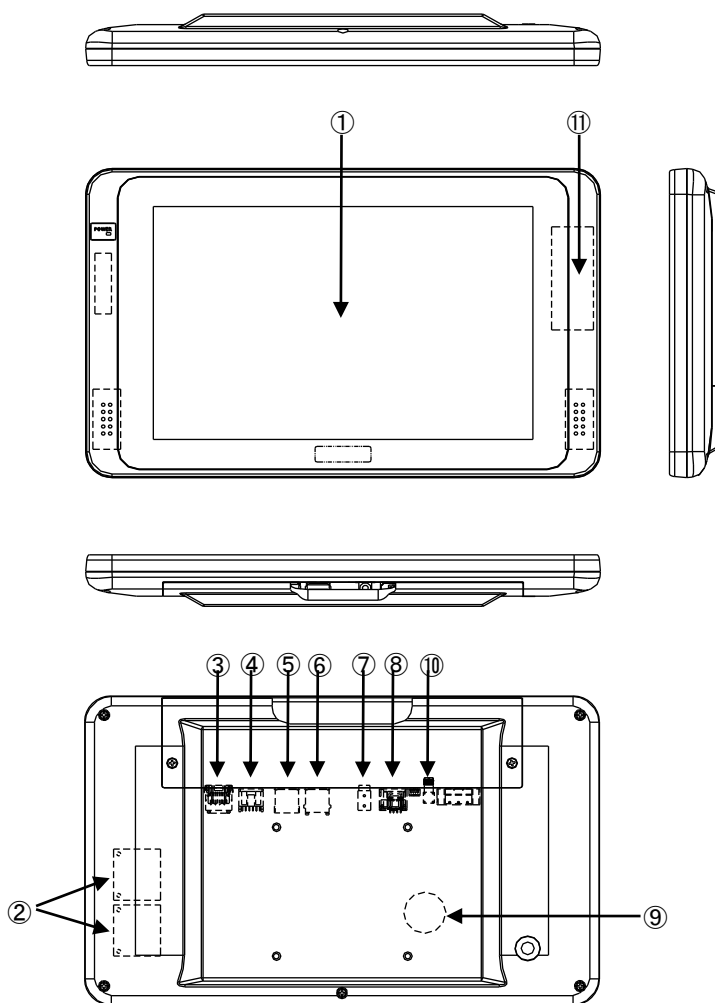

図 3-1-1. 外形図 (AM4-101BN)
AM シリーズの例として、AM4-101BN の外形図を図 3-1-1 に示します。各部名称を表 3-1-1 に示します。
COM4	SI01 (図 3-1-1 ⑧) アプリケーションでシリアル通信に使用できます。
ローカルエリア接続	LAN1 (図 3-1-1 ③): 1000BASE Ethernet
汎用入出力	汎用の入出力です。 入力 6 点、出力 4 点を制御できます。 (図 3-1-1 ④)
バックアップバッテリーモニタ	BIOS 設定、RTC、外部 RTC に使用されるバックアップバッテリー (図 3-1-1 ⑨) の状態を取得することができます。